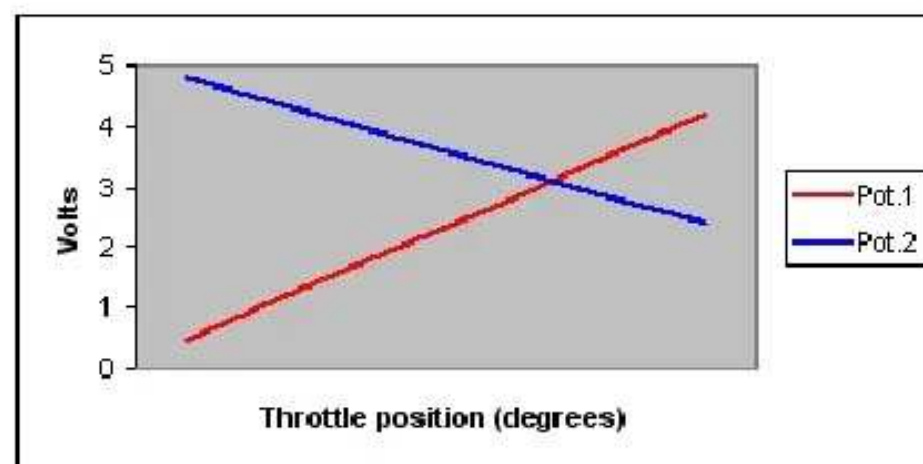

Figura 52.3
2. El potenciómetro 1 genera una señal de entre 0,3 y 4,8 voltios (pista roja en la *figura 52.3*) y el potenciómetro 2 genera una señal de entre 4,8 y 0,3 voltios (pista azul en la *figura 52.3*). Con una posición del pedal del acelerador a 0 grados, el potenciómetro 1 puede emitir una señal de 0,5 voltios y el potenciómetro 2 una señal de 4,5 voltios.